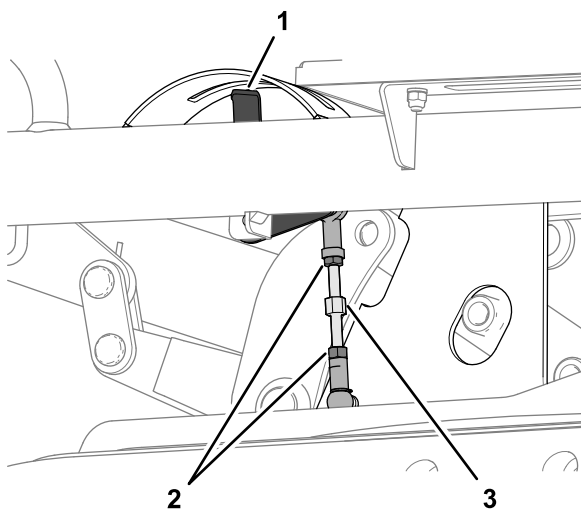

Figura 131
- Slăbiți cele 2 contrapiulițe care fixează articulația pentru înălțimea de tăiere (**Figura 131**).
- B. Rotii articulaia până când indicatorul pentru înălțimea de tăiere este aliniat la marcajul de 75 mm, privind de pe scaunul operatorului (Figura 130 i Figura 131).
- C. Strângeți cele 2 contrapiulițe (Figura 131).